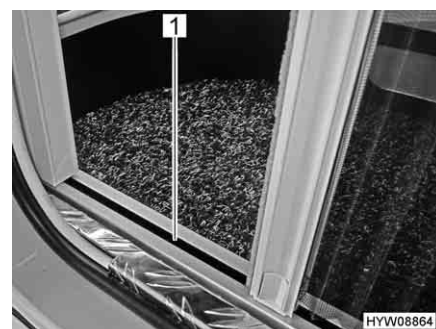

Fig. 27 Guida inferiore della protezione contro gli insetti
- ▷ Durante l'apertura e la chiusura, afferrare la barra di presa con entrambe le mani. In questo modo è possibile limitare la possibilità che la protezione contro gli insetti si inceppi nelle guide (Fig. 27,1).